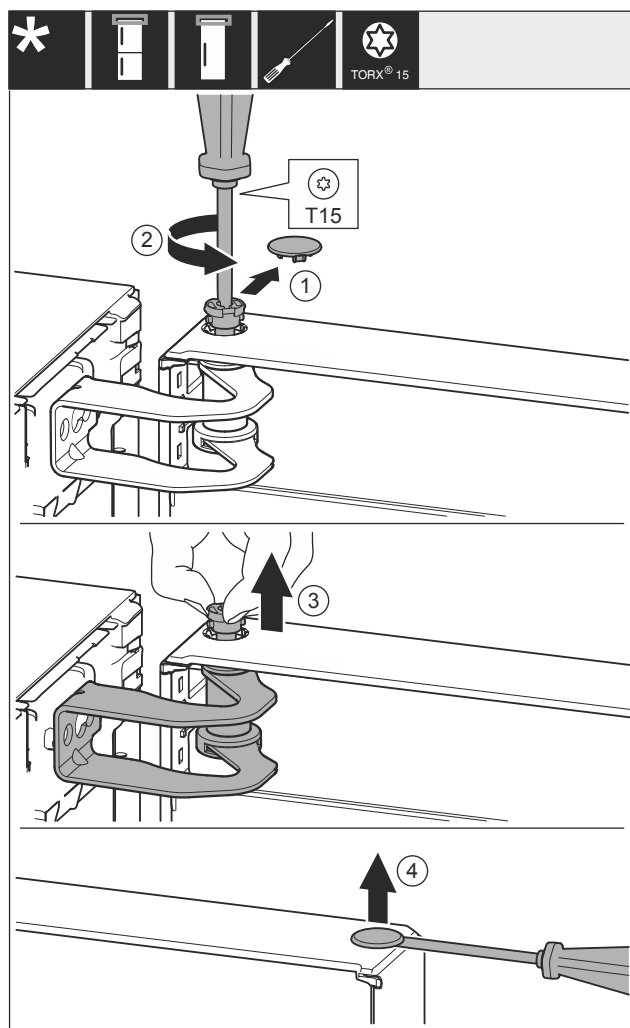

Fig. 12
- Retirer le couvercle Fig. 12 (1) avec prudence.
- Dévisser légèrement l'axe Fig. 12 (2) avec un tournevis.
- Retirer l'axe Fig. 12 (3) avec les doigts.
- Soulever et retirer le couvercle Fig. 12 (4) au moyen d'un tournevis, avec prudence.